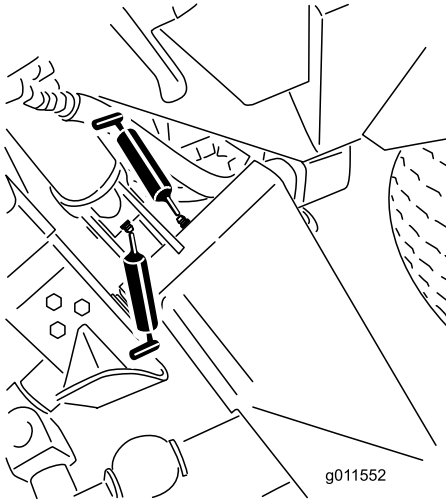
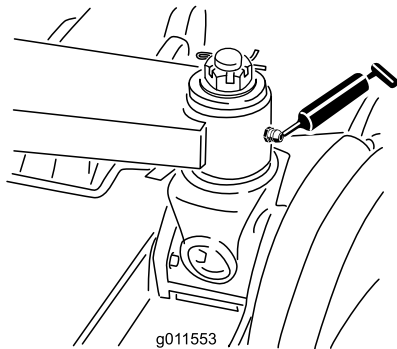

Bild 45
Bild 46
- Haupthubarmbüchsen (6) (Bild 45 und Bild 46)